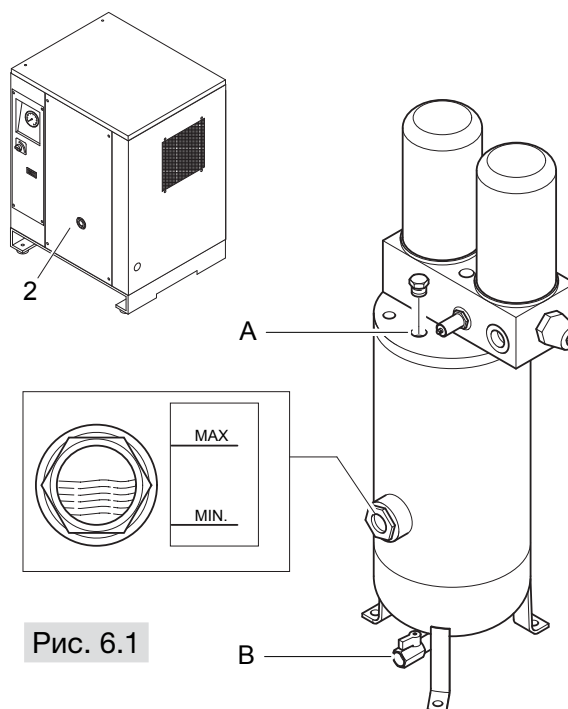

Рис. 6.1
- • Убедиться в отсутствии сжатого воздуха внутри масловоздушного ресивера: отвинтить кран **A** (см. рис.6.1) и полностью спустить воздух.
(см. рис. 6.1)
6.3**Контроль масла и доливка при необходимости (см. рис. 6.1)**
- При выключенном компрессоре снять переднюю панель (2) и проверить уровень масла по индикатору.
(см. рис. 6.1)**